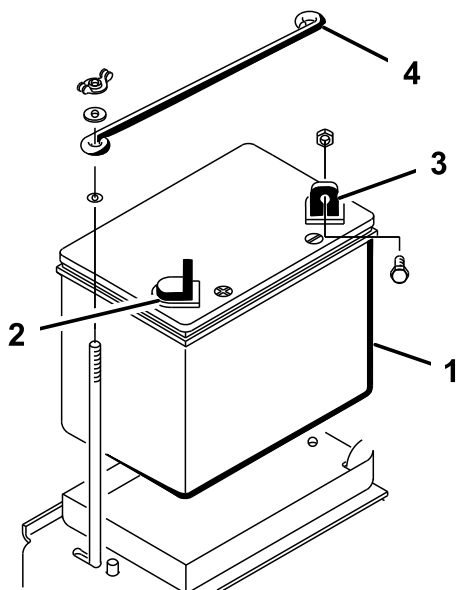

図 5
1. バッテリーを右ホイールの後ろのトレイにセットし、マイナス端子はマシンの後方に向ける (図 5)。